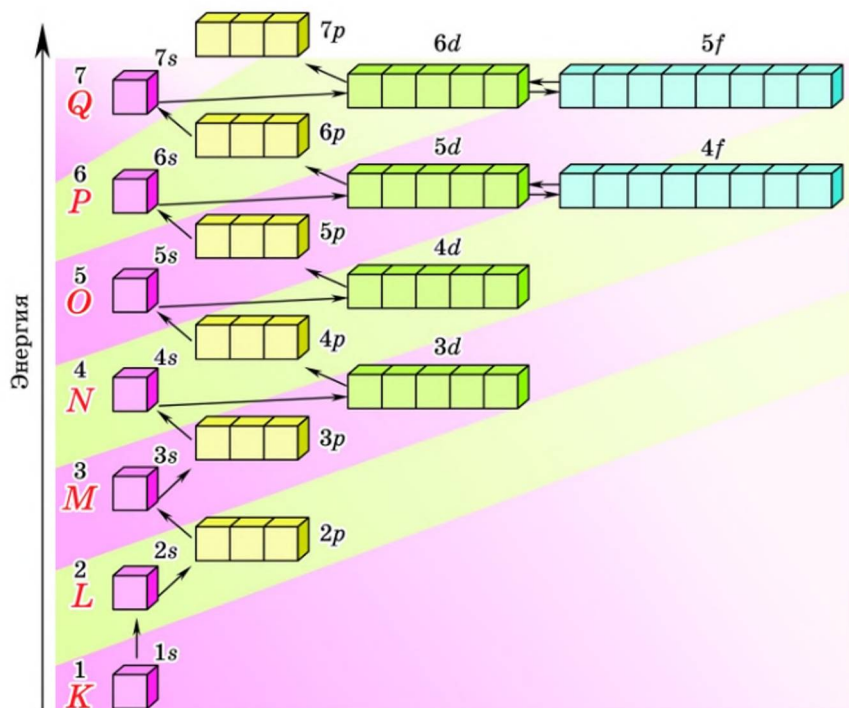

Рис. 133. Последовательность заполнения электронами энергетических уровней и подуровней
2. Принцип наименьшей энергии определяет последовательность заполнения орбиталей электронами: *в основном состоянии атома каждый электрон располагается так, чтобы его энергия была минимальной.* Основное состояние — это наиболее устойчивое состояние атома, в котором электроны занимают орбитали с наименьшей энергией (рис. 133).